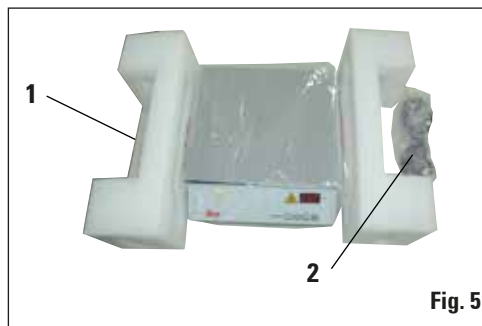

Fig. 5
Tenere saldamente lo strumento con una mano, rimuovere entrambe le sezioni in polistirolo (Fig. 5) e la copertura antipolvere.
- Inserire lo spinotto del cavo di alimentazione (Fig. 5, 2) nella presa (4) e la spina di rete nella presa di alimentazione.